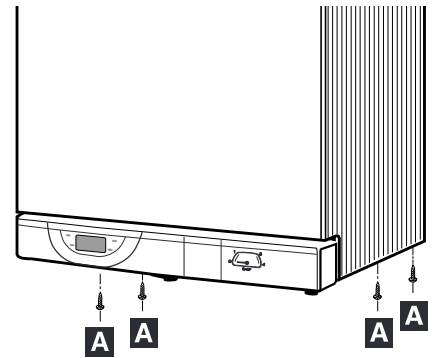

Fig. 24
- déposer l'habillage en dévissant les 4 vis **A** de fixation, situées en partie inférieure (fig. 24)